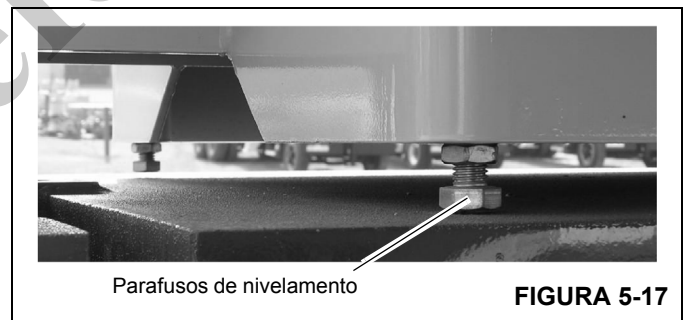

FIGURA 5-17
9. Ajuste os quatro parafusos de nivelamento do contrapeso (Figura 5-17) para eliminar qualquer movimento relativo entre o contrapeso e a mesa giratória.